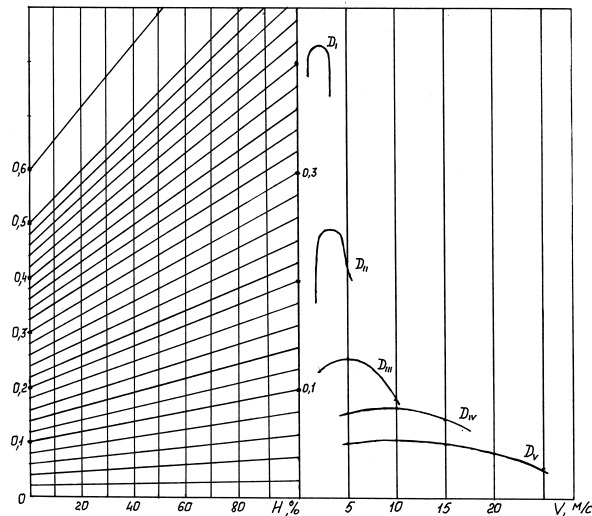

Рисунок 1. Динамическая характеристика с номограммой нагрузок
1. Автомобиль, полная масса которого 8,01 т, движется равномерно со скоростью 15 м/с на 4-ой передаче, загруженный на 80%. Используя динамическую характеристику с номограммой нагрузок (рис.1), найти эффективную мощность, если КПД трансмиссии 0,9, грузоподъемность автомобиля 5 т, фактор обтекаемости 3,11  $\text{Н·с}^2/\text{м}^2$ .